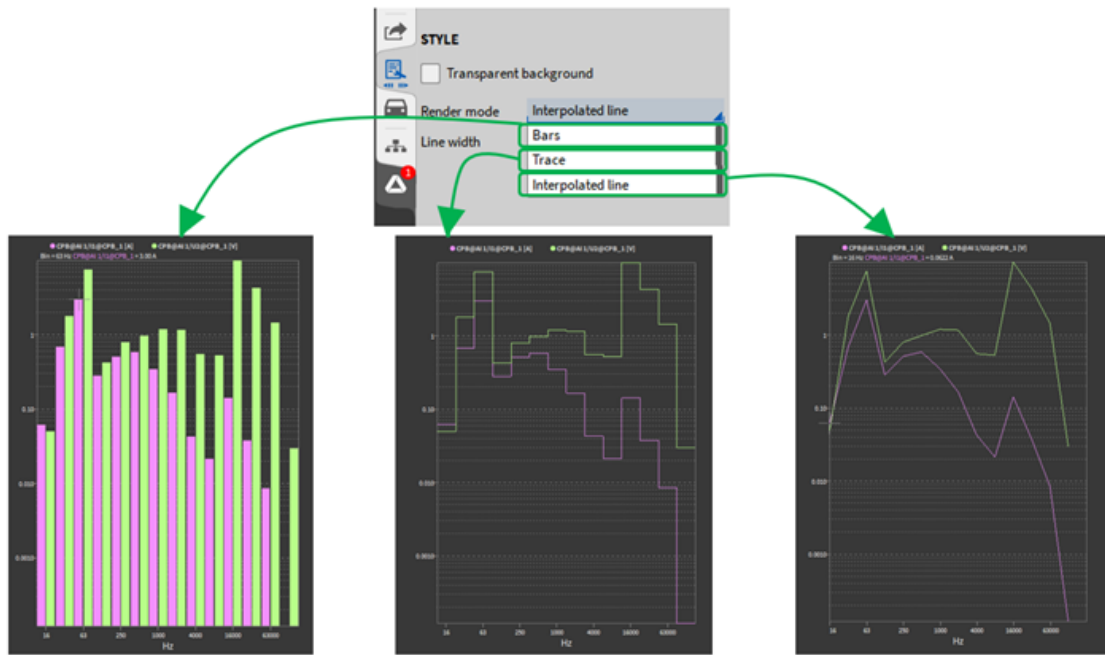

Abb. 8.47: Array chart instrument - Balken, Linien und interpolierte Linie
- Stil: Es kann ein transparenter oder nicht transparenter Hintergrund gewählt werden. Beim Anzeigemodus kann zwischen Balken oder Linien gewählt werden (siehe Abb. 8.47).